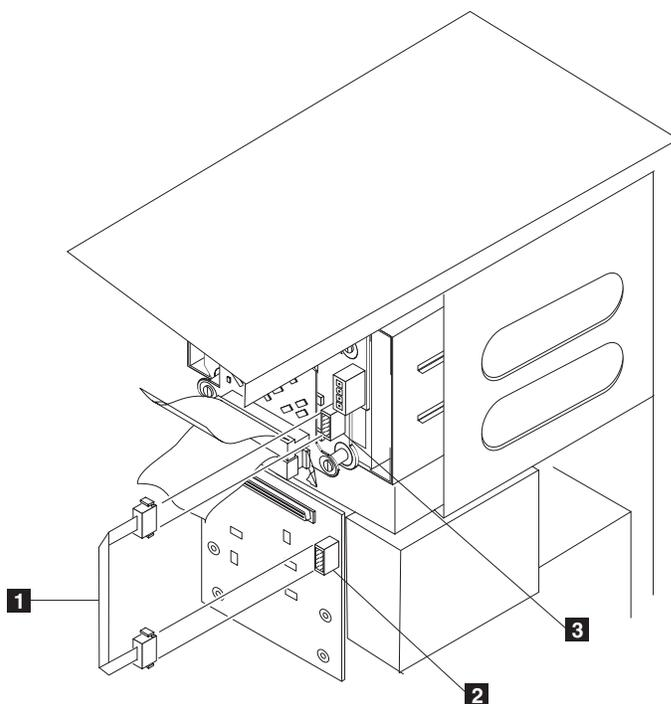

Figure 62. Connexion du câble gris I²C
- a) Connectez un des connecteurs du câble I²C au fond de panier SCSI (voir la figure 62 pour l'emplacement du connecteur sur le fond de panier SCSI).
- b) Connectez l'autre connecteur du câble I²C au fond de panier SCSI de la nouvelle extension 3-Pack (voir la figure 62 pour l'emplacement du connecteur sur le fond de panier de l'extension 3-Pack).